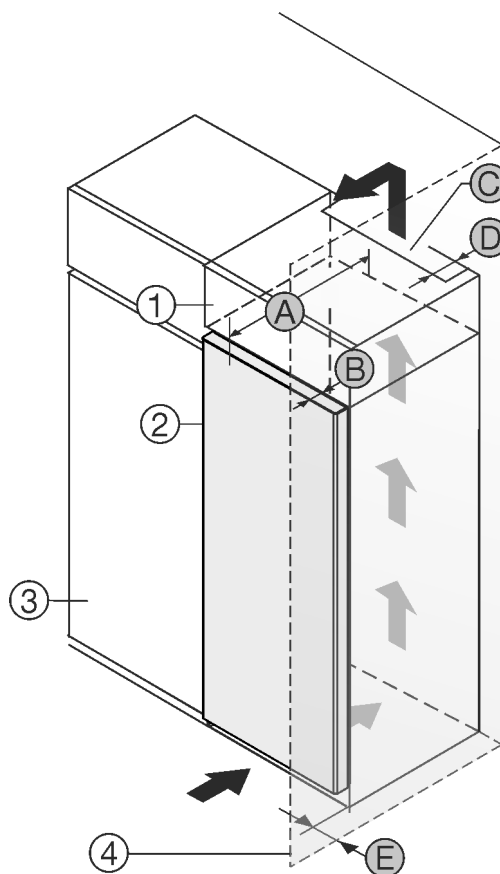

Fig. 1
- (1) Opbouwkast *
- (2) Apparaat *
- (3) Keukenkast *
- (4) Wand *
- (A) Diepte apparaat *
- (B) Diepte deur *
- (C) Ventilatie doorsnede *
- (D) Afstand achterzijde apparaat *
- (E) Afstand tot apparaatzijde *
U kunt het apparaat direct naast de keukenkast Fig. 1 (3) opstellen.*
Aan de achterzijde van de opzetkast moet een luchtafvoerkanaal met de diepte Fig. 1 (D) over de volledige breedte van de opzetkast aanwezig zijn.*
Onder het plafond moet de ventilatie doorsnede Fig. 1 (C) worden aangehouden.*
Als u het apparaat met de scharnieren naast een wand Fig. 1 (4) plaatst, moet de afstand tussen het apparaat en de wand minimaal 13 mm bedragen.*
Als u het apparaat met de scharnieren naast een wand Fig. 1 (4) plaatst, moet de afstand tussen het apparaat en de wand minimaal 20 mm bedragen.*
Om de deuren volledig te kunnen openen, moet het apparaat overeenkomstig de deurdiepte Fig. 1 (B) ten opzichte van het keukenkastfront uitsteken. Afhankelijk van de diepte van de keukenkasten Fig. 1 (3) en het gebruik van de wandafstandshouders kan het apparaat verder uitsteken.*